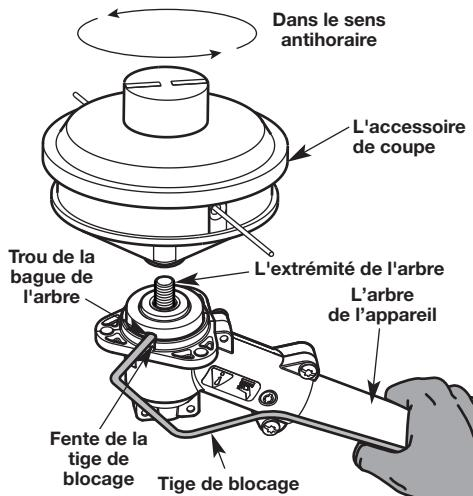

Fig. 15
- Placer l'accessoire de la tête de coupe tel qu'ilustré (fig. 15). Alignez le trou de la bague du corps de l'arbre avec l'encoche de la tige de verrouillage. Insérez la tige de verrouillage dans le trou de la bague du corps de l'arbre.
- Gardez la tige de verrouillage en place en la saisissant près du corps de l'arbre de l'appareil (Fig. 15).